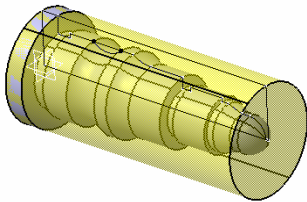

图 6-2 打开的模型文件（1）
1) 启动 CATIA V5 R20 后，单击工具栏上的打开按钮 ，打开选择文件对话框，选择“qiutouzhou.catpart”（随书光盘：\第 6 章\6.1\uncompleted\qiutouzhou.catpart），单击“OK”按钮，打开的模型文件（1）如图 6-2 所示。